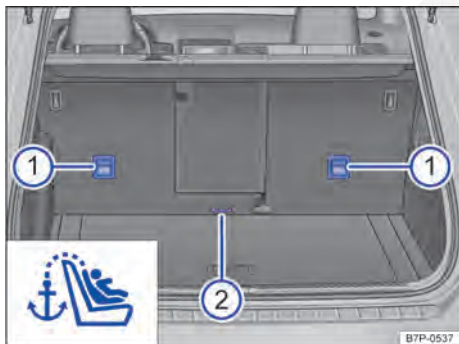

Fig. 107 Olhais de retenção para o cinto de fixação superior no lado de trás do banco traseiro.
- Conduzir o cinto de fixação superior (Top Tether) da cadeira de criança para trás, no compartimento de bagagem, e enganchar no olhal de fixação correspondente do encosto do banco traseiro ⇒ Fig. 107 ① ou ②. O olhal de retenção ② central deve ser primeiramente puxado um pouco para fora.